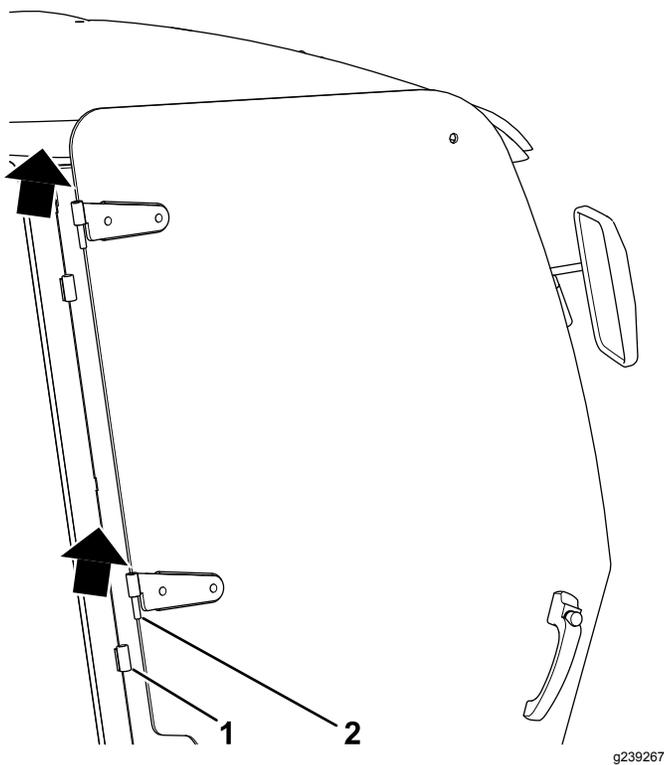

Figura 14
2. Sollevate ciascuno sportello in modo che i perni escano dalle staffe poste sul telaio della cabina (Figura 14).